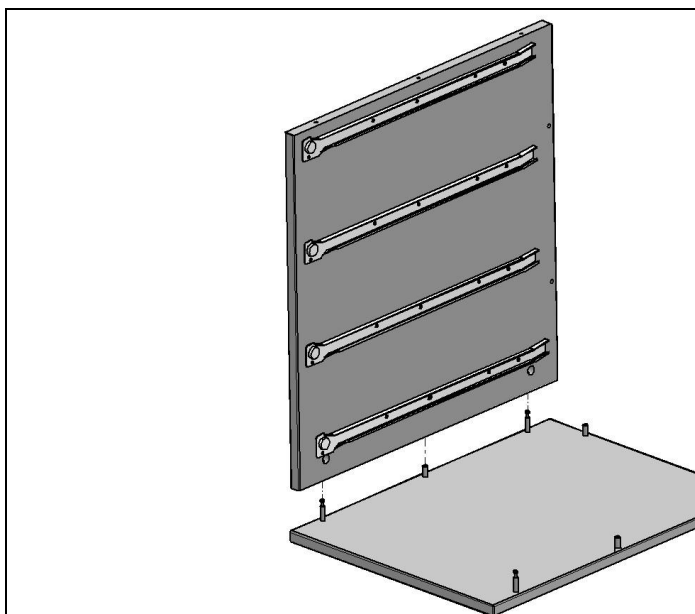

Рис. 4
4.1.4. На сборку по п. 4.1.1. сверху установить стенку боковую правую с направляющими (сборка по п. 4.1.3) (см. рис. 4). В отверстия стенки боковой правой вставить эксцентрик EC03ZL/18 (поз. 18) стрелкой в направлении плиты верхней и повернуть эксцентрик по часовой стрелке  $180^\circ$  max. (См. рис. 4а, 4б).
Рис. 4а
4.1.6. В сборку по п. 4.1.5. сверху установить стенку боковую левую с направляющими (сборка по п. 4.1.2) (см. рис. 6). В отверстия стенки боковой левой вставить эксцентрик ЕС03ЗЛ/18 (поз. 18) (рис. 6а) стрелкой в направлении плиты верхней и повернуть эксцентрик по часовой стрелке 180° max. (См. рис. 4а, 4б).